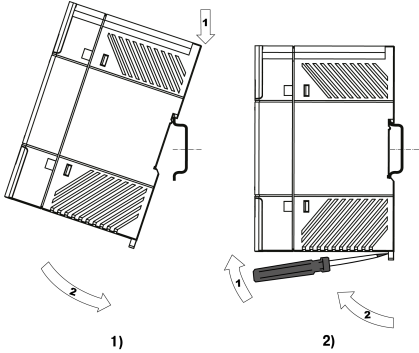

Рисунок 4 – Монтаж (1) и демонтаж (2) прибора
3. С усилием придавить прибор к DIN-рейке в направлении, показанном стрелкой, до фиксации защелки (см. *рисунок 4*).
Для демонтажа прибора следует (см. *рисунок 4*):